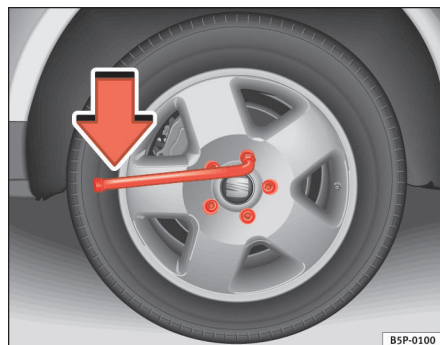

Fig. 177 Hjulskift: Sådan løsnes hjulboltene.
- Tag fat i enden af hjulnøglen, og drej bolten ca. en omdrejning mod **venstre** ⇒ side 252, fig. 177.